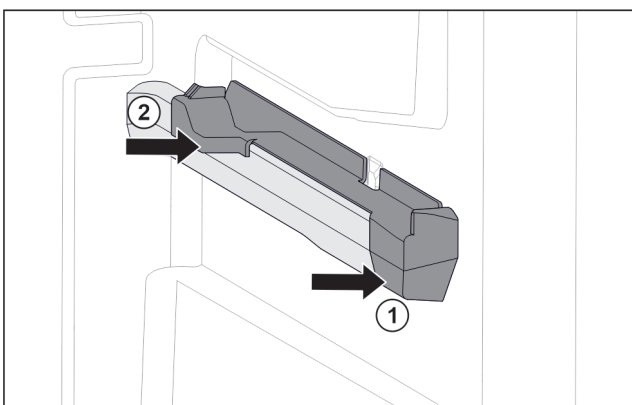

Fig. 75 Insteekelement op rechter containerrib
- ▶ Insteekelement voor tegen containerrib plaatsen. Fig. 75 (1)
- ▶ Insteekelement achter aandrukken. Fig. 75 (2)